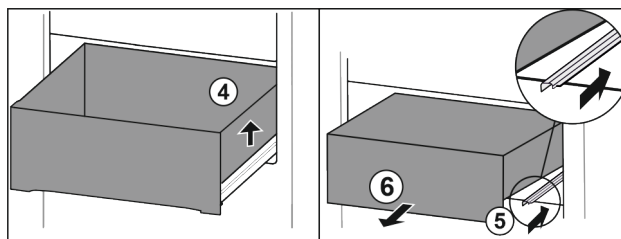

Fig. 128
- ▶ Sollevare il cassetto a destra. Fig. 128 (4)
- ▶ Inserire la guida destra. Fig. 128 (5)
- ▶ Rimuovere il cassetto tirandolo in avanti. Fig. 128 (6)